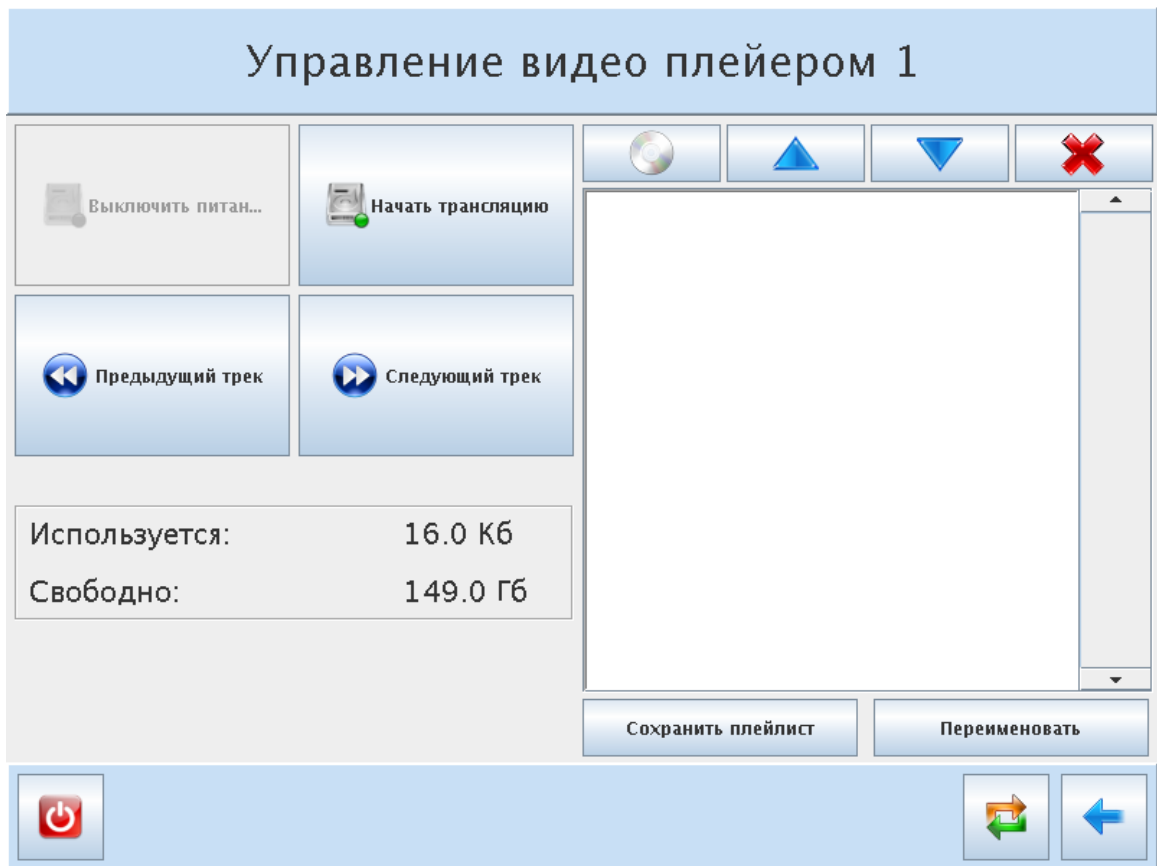

Рис. 6. Меню управления плеером
6.2.3 Меню настройки плеера (рис. 6) позволяет производить следующие операции (вне зависимости от типа плеера):